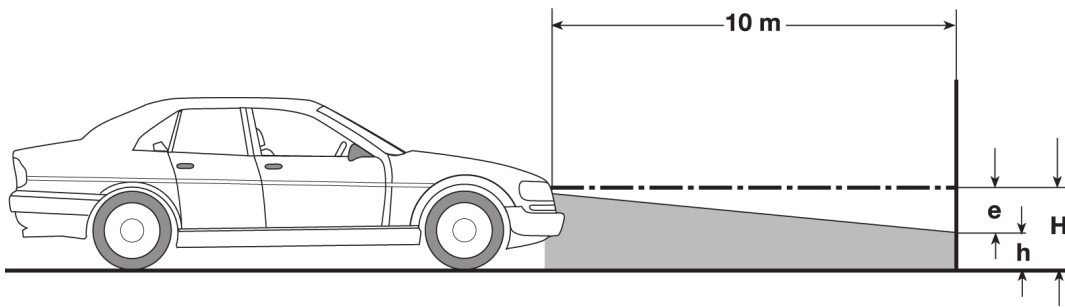

Abb. 5
4. Das Optikgehäuse mithilfe des Laservisiers so ausrichten, dass die Laserlinie zwei auf gleicher Höhe, symmetrisch zur Fahrzeuglängsachse liegende Punkte (Abb. 5, gestrichelte Linien) berührt.